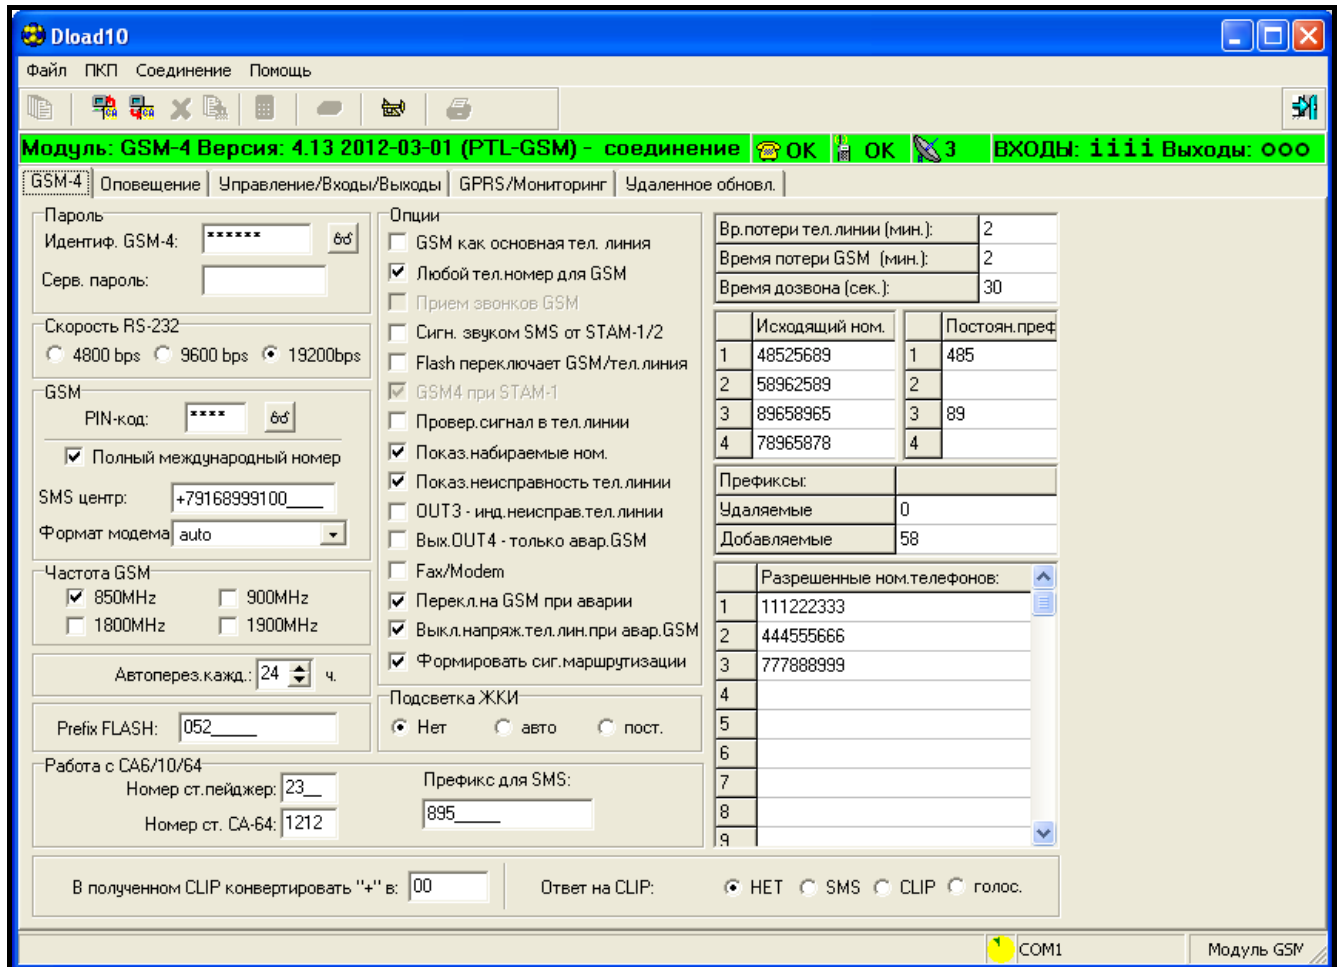

Рисунок 11.
4. Ввести пароль DOWNLOADING-a (запрограммированный в модуле сервисной функцией **Идент. GSM-4** – см. рисунок 11). Пароль по умолчанию (AAAAAA) в модуле GSM-4 не запрограммирован.